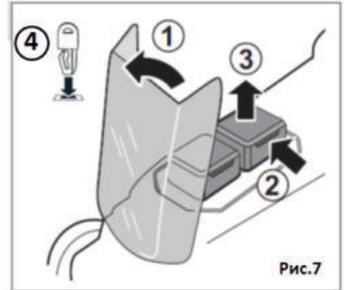

Рис.7
- Для снятия батареи поднимите крышку отсека (Рис.7 поз.1), нажмите кнопку фиксации аккумулятора (Рис.7 поз.2) и сдвигом вверх извлеките батарею из аккумуляторного отсека (Рис.7 поз.3).
- Вставьте автоматический выключатель в устройство отсека аккумуляторных батарей (Рис.7 поз.4)